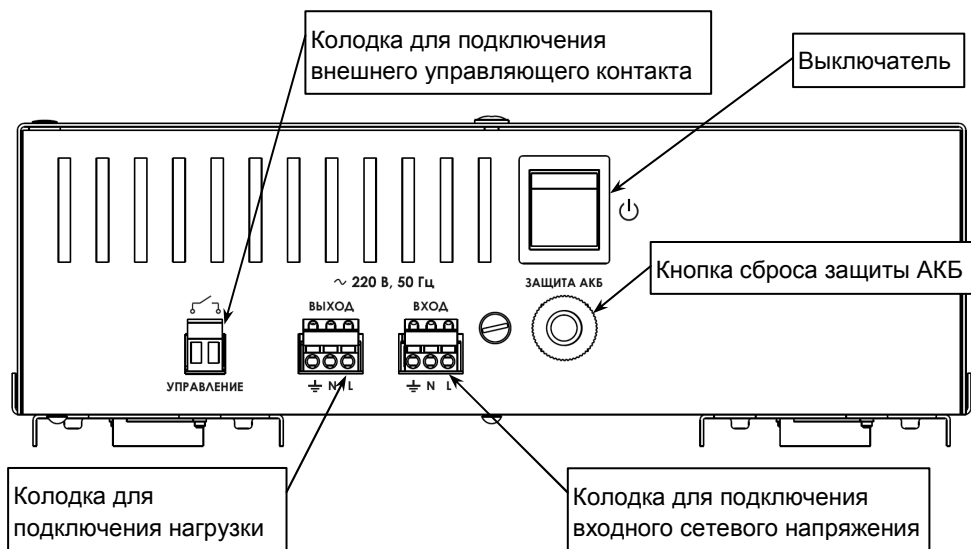
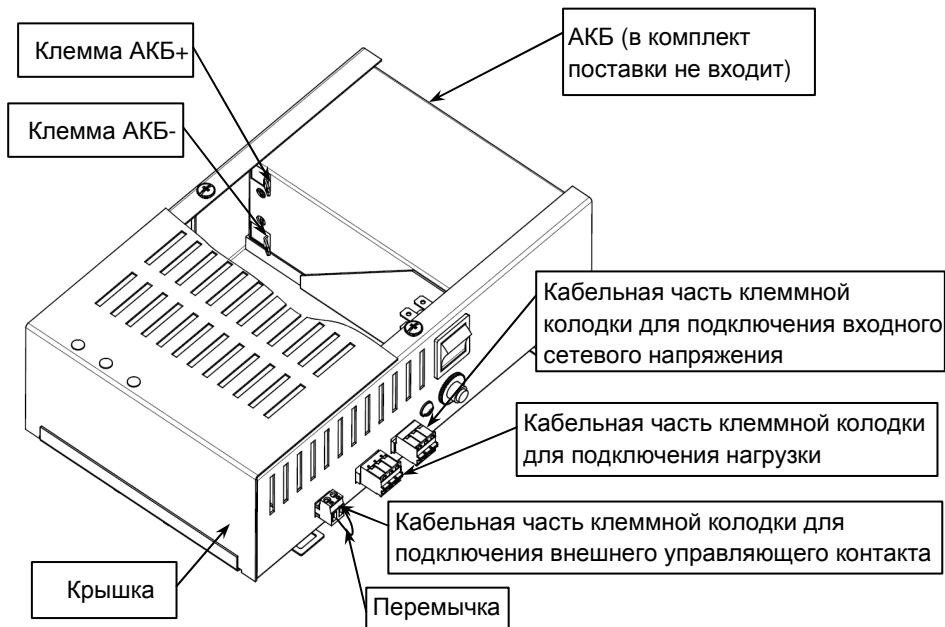

Рисунок 2- вид изделия со стороны подключения
Рисунок 3 — расположение АКБ и кабельных частей колодок
Включение изделия осуществляется выключателем  (см. рисунок 2). Клеммы колодки «УПРАВЛЕНИЕ» должны быть замкнуты внешним управляющим контактом или перемычкой (см. рисунок 3). После включения, изделие в течении 20 секунд тестирует состояние входного сетевого напряжения, индикатор «РЕЗЕРВ» светится. Если уровень сетевого напряжения находится в допустимом диапазоне, изделие подключает нагрузку к источнику сетевого напряжения, индикатор «РЕЗЕРВ» гаснет, индикатор «ОСНОВНОЙ» включается. В противном случае изделие питает нагрузку от АКБ (режим «РЕЗЕРВ»).
- открыть корпус изделия, сняв крышку и разместить в нем АКБ (см. рисунок 3);
- подсоединить к кабельной части разъемной колодки «УПРАВЛЕНИЕ» провода для подключения внешнего управляющего контакта или проводную перемычку (см. рисунок 3);
- Включить изделие выключателем (см. рисунок 2).
Изделие включается только в режиме «ОСНОВНОЙ»	Сработала защита изделия по цепи АКБ. Нажать кнопку «ЗАЩИТА» (см. рисунок 2).